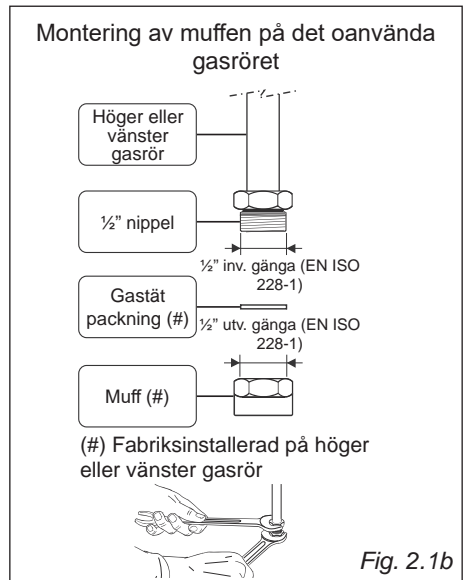

Fig. 2.1b
- Det oanvända gasröret måste stängas med den medföljande muffen och gastäta packning enligt Fig. 2.1b.